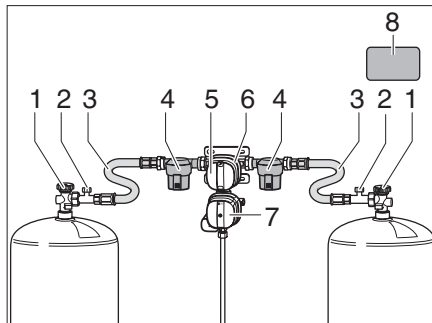
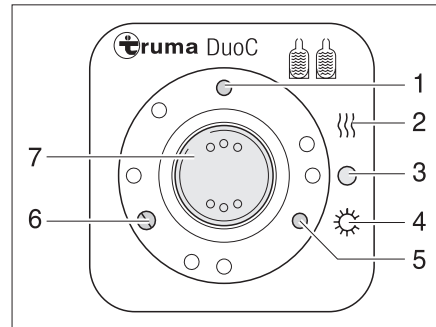
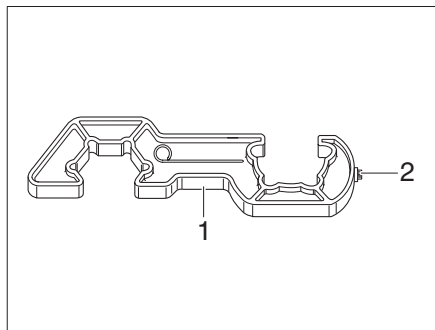
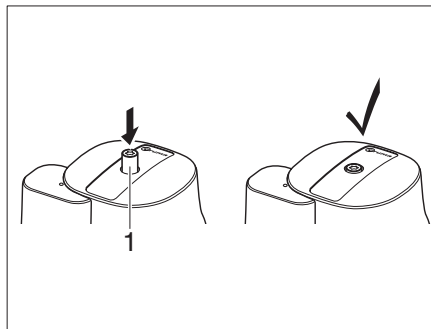

Bild 62 DuoControl-omkopplingsanläggning
Bild 63 Kontrollenhet
Bild 65 Skruvhjälp
Bild 66 Krocksensor
DuoControl-omkopplingsenheten består av en omkopplingsventil (Bild 62,6) och kontrollenheten (Bild 63). Omkopplingsventilen är monterad mellan högtrycksslangarna (Bild 62,3). Med vredet (Bild 62,5) på omkopplingsventilen ställer man in vilken gasflaska som ska användas som driftflaska och vilken som ska användas som reservflaska.
Omkopplingsventilen (Bild 62,6) är utrustad med en avfrostningsanläggning för regulatorer (EisEx).
Innan omkopplingsventilen finns på båda sidor ett gasfilter (Bild 62,4) som skyddar gasanläggningen mot oljeläckage och föroreningar.
Med kontrollenheten (Bild 63) kan endast de elektriska funktionerna styras. Gasflaskornas huvudavstängningsventiler (Bild 62,1) måste öppnas för hand.
Omkopplingsventilen sörjer för ett konstant gastryck, oberoende av vilken gasflaska som används. De båda kontrollamporna på kontrollenheten indikerar driftflaskans tillstånd. När den gröna kontrollampen (Bild 63,6) lyser är driftflaskan full. När den röda kontrollampen (Bild 63,5) lyser är driftflaskan tom. Gasen matas sedan via reservflaskan.
- ▶ Öppna huvudavstängningsventilerna (Bild 62,1) på gasflaskorna.
- ▶ Välj vilken gasflaska som ska prioriteras (driftflaska) med vredet (Bild 62,5) på omkopplingsventilen (Bild 62,6).
- ▶ Ställ vippkontakten (Bild 63,7) i läge "O" (Bild 63,3. Den gula kontrollampen (Bild 63,1) slocknar.
- ▶ Stäng huvudavstängningsventilerna (Bild 62,1) på gasflaskorna.
Kontrollamporna på kontrollenheten (Bild 63,5 och 6) signalerar, inne i fordonet, om gasflaskorna är driftklara.
När den gröna kontrollampen (Bild 63,6) lyser under drift och den röda kontrollampen (Bild 63,5) slocknar är den gasflaska som är vald som driftflaska tom och måste bytas. Gasförbrukarna försörjs med gas från reservflaskan.
- ▶ Använd medföljande skruvhjälp (Bild 65,1) för att skruva på och skruva av högtrycksslangarna. Skruvhjälpen säkerställer det nödvändiga åtdragningsmomentet och förhindrar skador på skruvförbandet orsakade av fel verktyg.
- ▶ Stäng huvudavstängningsventilen (Bild 62,1) på den tomma gasflaskan.
- ▶ Skruva av högtrycksslangen (Bild 62,3) från gasflaska ed hjälp av skruvhjälpen (Bild 65).
- ▶ Anslut den fulla gasflaskan till högtrycksslangen (Bild 62,3).
- ▶ Öppna huvudavstängningsventilen (Bild 62,1) på gasflaskan.
- ▶ Vrid vredet (Bild 62,5) på omkopplingsventilen (Bild 62,6) ett halvt varv så att den nya gasflaskan fungerar som reservflaska.
- ▶ Tryck på knappen (Bild 62,2) för slangbrottsåkringen på högtrycksslangen för att aktivera den.
- ▶ Tryck ev. på återställningsknappen (Bild 66,1) på crash-sensorn.
- ▶ Använd Torx T20 (Bild 65,2) på skruvhjälpen för att trycka in låsknappen, (Bild 66,1) vrida den lätt moturs och hålla den kvar i det läget i fem sekunder.
Krocksensorn är aktiv när låsknappen (Bild 66,1) är kvar i nedsänkt läge.
- Efter byte av gasflaska trycker du bestämt på den gröna knappen (Bild 62,2) på högtrycksslangen (Bild 62,3).